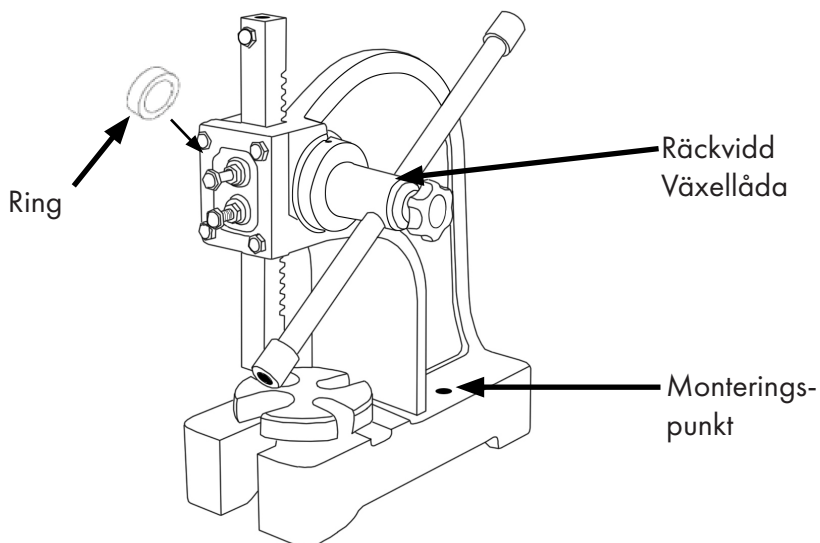

Bild 2
- För in kugghjulsdelen av handtaget i sidan på dornpressen enligt fig. 2
- Skjut på ringen på den utskjutande änden av kugghjulet, enligt Fig. 2